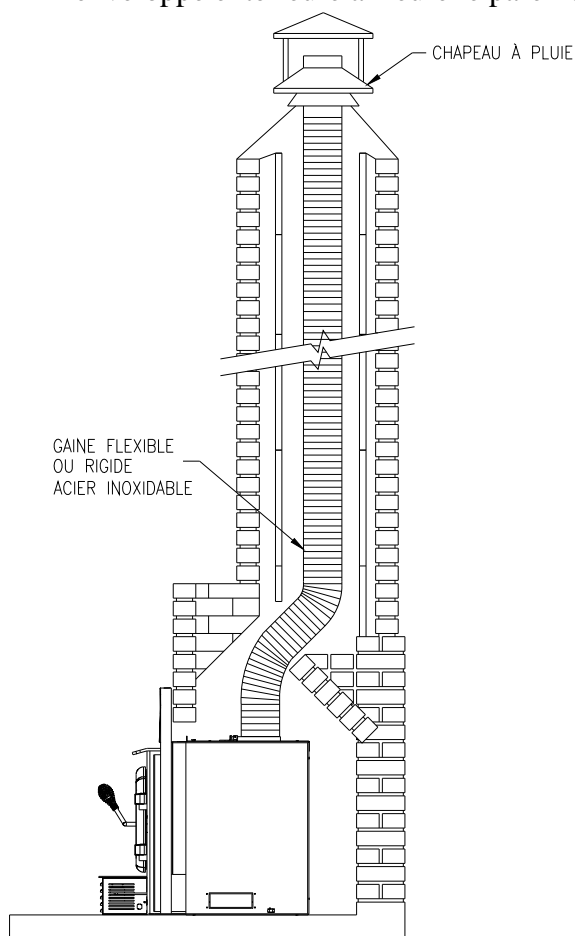
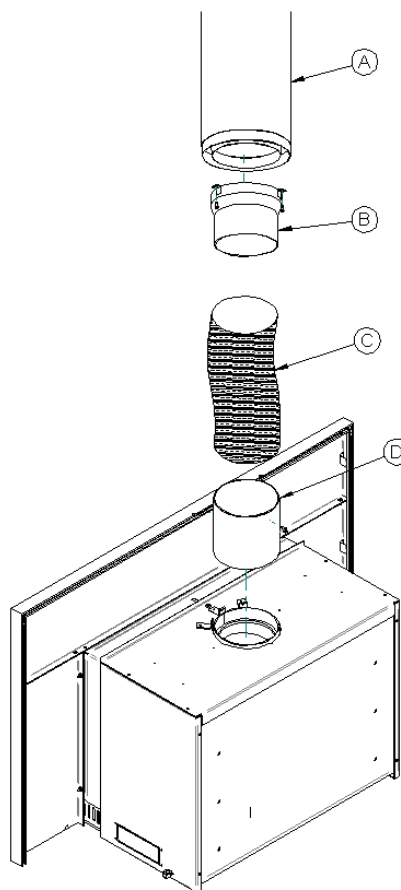

Figure 2.2
Figure 2.3
Le conduit de fumée est un élément vital au niveau d'une installation réussie. Votre poêle encastrable atteindra un rendement supérieur s'il est relié à une cheminée qui génère son propre tirage. Pour le conduit de cheminée, l'exigence minimum sera l'installation d'un raccord qui ira du poêle encastrable au premier boisseau du conduit de fumée de la cheminée (consultez la Figure 2.3). Si vous utilisez une cheminée de maçonnerie, il est important qu'elle soit construite conformément aux exigences du code du bâtiment. Elle doit être chemisée en briques réfractaires, en métal ou avec des tuiles en argile jointes entre elles avec un ciment réfractaire (les conduits circulaires sont les plus efficaces). Idéalement, le diamètre intérieur du conduit de la cheminée doit être identique à celui de la sortie de fumée de l’encastrable. Il est également possible d’installer une gaine qu’on reliera directement au poêle encastrable (consultez la Figure 2.2.) Une gaine en acier inoxydable de 152 mm (6") de diamètre qui va jusqu'au haut de la cheminée est le meilleur système possible. Cette doublure de cheminée procurera un rendement optimum et permettra de limiter les problèmes de tirage si fréquents dans les cheminées de grandes dimensions intérieures. Le poêle encastrable ne fonctionnera pas si la cheminée n’est pas étanche.
3. ***INSTALLATION DU RACCORD:*** Un raccord de conduit de fumée pourra donner un rendement acceptable, mais nous recommandons d'utiliser une doublure de cheminée en vue d'obtenir le meilleur rendement possible. Il faut aussi installer des raccords coulissants pour doublures continues. Utilisez des doublures de cheminée homologuées – UL1777, CAN/ULC-S635. Pour faire l'installation d'une gaine flexible jusqu'à votre première section de cheminée, fiez-vous à la figure 2.3 et suivez les étapes suivantes. En premier lieu, fixez un adaptateur de tuyau de poêle (B) sur la cheminée (A). Par la suite, fixez la gaine flexible (C) à l'adaptateur de tuyau de poêle (B). Ensuite, fixez la gaine flexible (C) sur l'adaptateur (D). Finalement, fixez l'adaptateur (D) sur la buse de l'appareil.